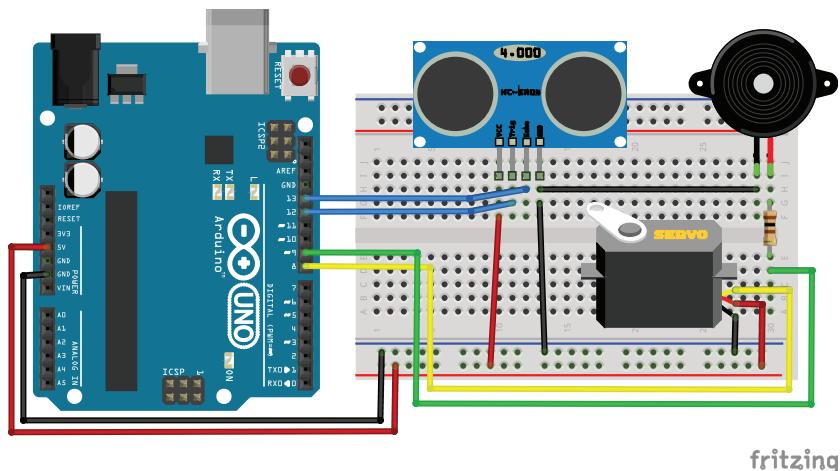

Рис. 23.2. Схема соединения элементов для звуковой сигнализации
В нашем эксперименте мы создадим звуковую сигнализацию, которая будет включаться при приближении к плате Arduino на расстояние меньше 1 м. Датчик размещен на врачающемся кронштейне, прикрепленном к сервоприводу и контролирует пространство с углом обзора 180°. Если датчик обнаруживает объект в радиусе 1 м, подается звуковой сигнал на пьезоизлучатель, вращение сервопривода прекращается. Схема соединения элементов представлена на рис. 23.2.
2. Подключаем датчик HC-SR04, пьезозуммер и сервопривод к плате Arduino по схеме на рис. 23.2.